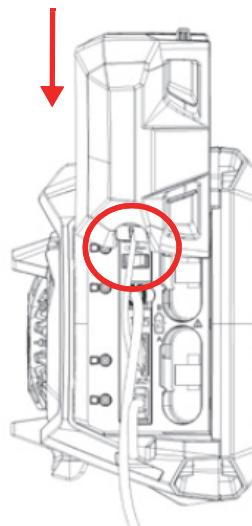

図 2-11 整列したケーブルの上にドアをスライドさせる
- 専用ドアの溝にケーブルが収まっていることを確認して、ドアを下にスライドさせます。 (37 ページの図 2-11)。